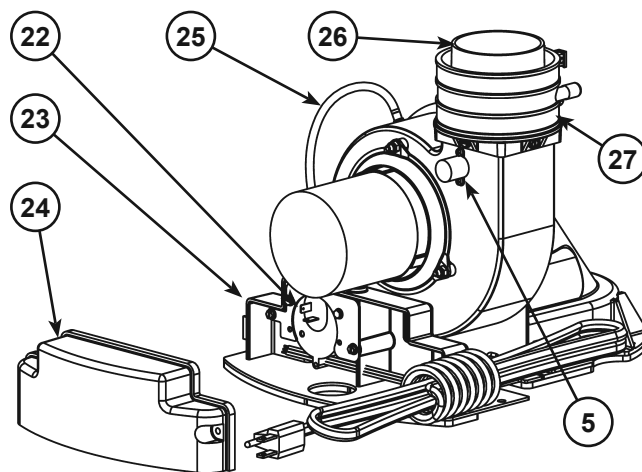

Figure 49
- 5 Contacteur de limite (voir Figure 9) (voir aussi Figure 49)
- 21 Souffleur avec cordon d'alimentation (voir Figure 9) (voir aussi Figure 49)
- 22 Contacteur d'air (dans boîte de jonction) (voir Figure 9) (voir aussi Figure 49)
- 23 Boîte de jonction (voir Figure 9) (voir aussi Figure 49)
- 24 Couvercle de boîte de jonction (voir Figure 9) (voir aussi Figure 49)
- 25 Tuyau d'air (voir Figure 9) (voir aussi Figure 49)